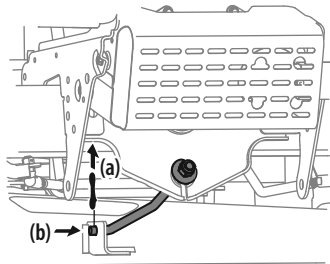

Figura 32
9. En plataformas de 36", 42" y 46", extraiga el pasador de chaveta (a) que sujeta la varilla estabilizadora de la plataforma (b) a la plataforma. Deslice la varilla de elevación de la plataforma fuera de la ménsula de montaje de la plataforma como se ve en la Figura 32.